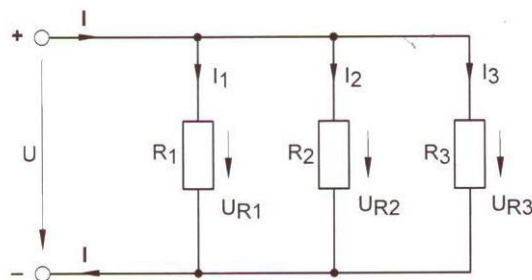
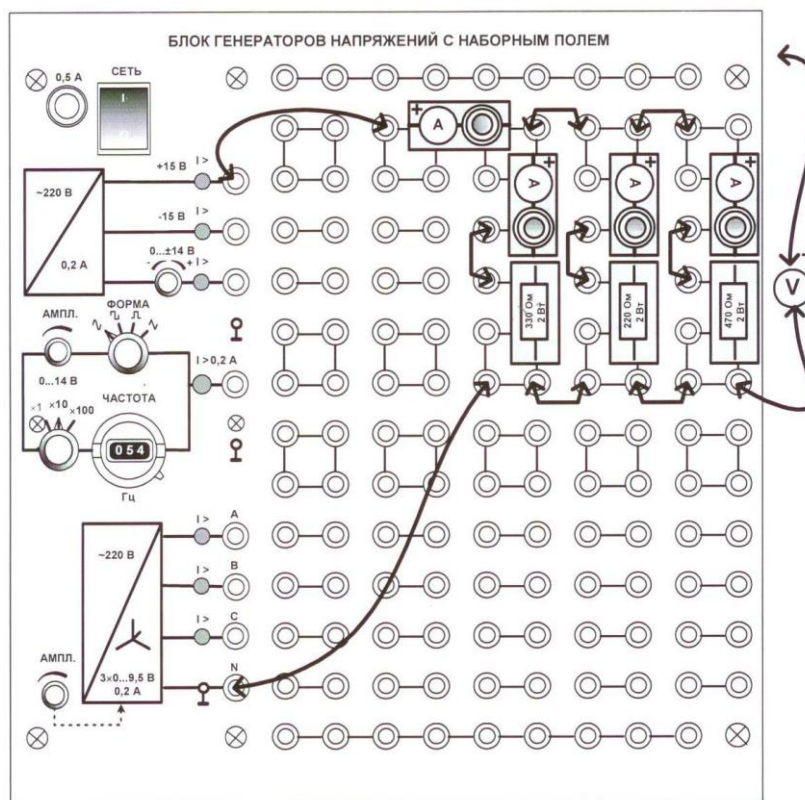

Рис. 4.1. Параллельное соединение резисторов
Рис. 4.2. Монтажная схема
5.1. Соберите цепь согласно принципиальной схеме (Рис. 4.1) и монтажной схеме (Рис. 4.2). Используйте источник напряжения «+15 В». Включите специальные миниблоки для подключения амперметра последовательно с каждым из резисторов $R_1 = 330$ Ом, $R_2 = 220$ Ом и $R_3 = 470$ Ом.